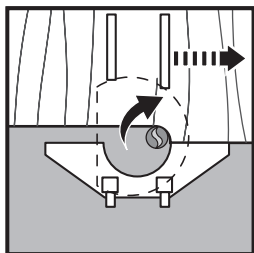

Fig. 29
- > Atașați ghidajul paralel (18) pe produs.
- > Montați un vârf de frezare în manșonul de fixare (19).
- > Plasați produsul pe piesa prelucrată cu ghidajul paralel (18) și rolele așezate pe marginea piesei prelucrate.
- > Aplicați o presiune ușoară pe piesă pe parcursul operațiunii, pentru a vă asigura că ghidajul paralel (18) este așezat plat pe marginea piesei prelucrate (Fig. 29, 30).